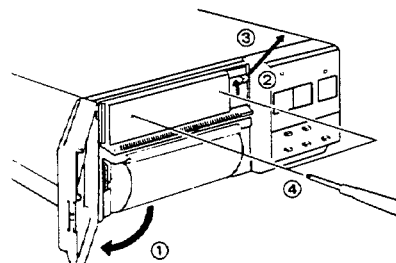

Abb. 2-10
2. Drücken Sie den Papier-Entriegelungshebel nach oben und entfernen Sie den Kopf (Abb. 2-10).
3. Bauen Sie das Messer (Cutter panel, Abb. 2-10) aus.